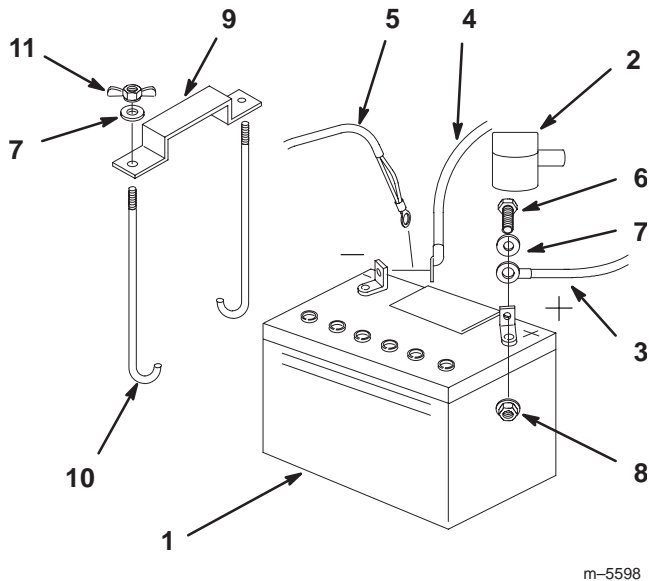

Figure 63
1. Placez la batterie dans son support en tournant les bornes vers le moteur (Fig. 63).
4. Fixez les câbles à l'aide de 2 boulons (1/4 x 3/4 pouce), 2 rondelles (1/4 pouce) et 2 contre-écrous (1/4 pouce) (Fig. 63).
6. Fixez la batterie en position avec des boulons en J, une barrette de maintien et 2 rondelles (1/4 pouce), ainsi que 2 écrous papillons (1/4 pouce) (Fig. 63).
4. Débranchez d'abord le câble négatif et le câble de masse de la borne négative (–) de la batterie (Fig. 63).
5. Ôtez le capuchon rouge de la borne positive (rouge) de la batterie. Retirez ensuite le câble positif (rouge) de la batterie (Fig. 63).
6. Retirez les deux écrous papillons (1/4") de fixation de la barrette de maintien de la batterie (Fig. 63).